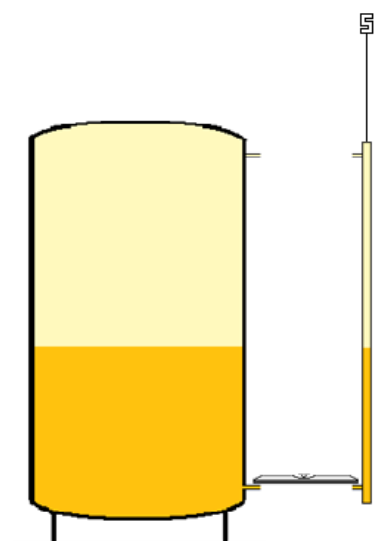

Figure 1
- Ajuster la hauteur des piquages de la colonne à la hauteur des piquages du réservoir (Fig.1) à l'aide du système de réglage simplifié du système de suspension.